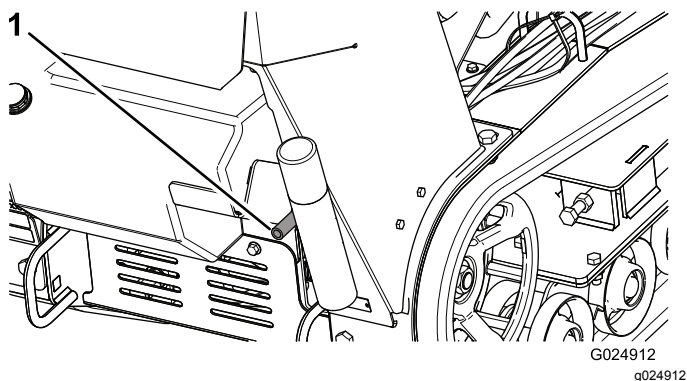

Figura 34
5. Coloque un recipiente debajo del tubo de vaciado. Gire la válvula de vaciado de aceite para que se drene el aceite (Figura 33 y Figura 34).